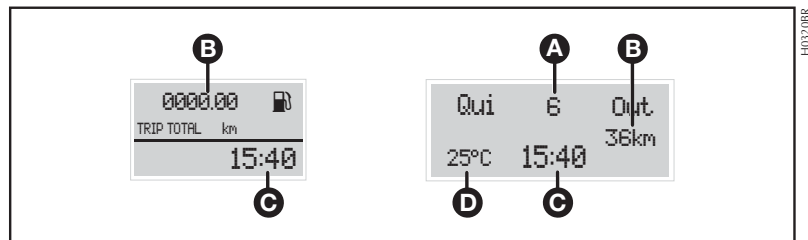

fig. 57
- Hodômetro total/parcial (B–fig. 57)
- Relógio (C–fig. 57)
- Temperatura externa (D–fig. 57)
- Data (A–fig. 57)